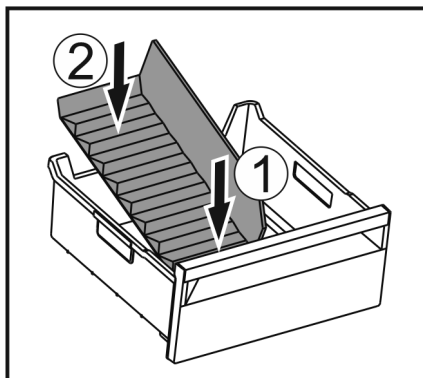

Fig. 238
- ▶ Helyezze be a jégrekesz-elválasztó elülső részét. Fig. 238 (1)
- ▶ Süllyessze le a jégrekesz-elválasztó hátsó részét a fiók aljáig. Fig. 238 (2)